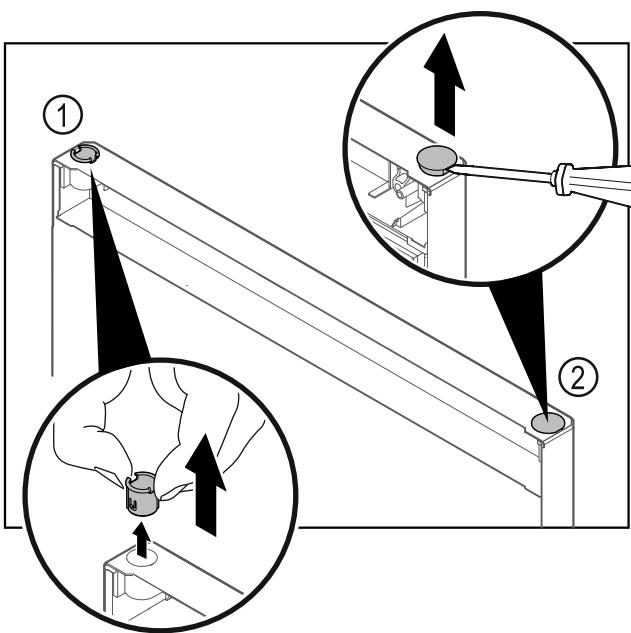

Fig. 26
- ▶ Izvelciet ar pirkstiem enģes ieliktni Fig. 26 (1).
- ▶ Paceliet uzmanīgi ar plakano skrūvgriezi un izvelciet ārā nosedzošo aizbāzni Fig. 26 (2).